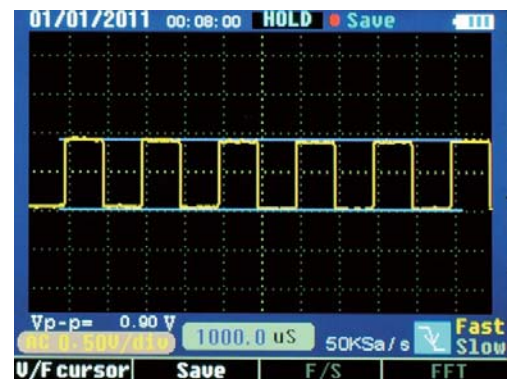

Figure 2-11-3
- Curseur de tension : affiché comme une ligne horizontale à l'écran, laquelle peut mesurer le paramètre vertical, le résultat apparaît en haut de l'écran, voir figure 2-11-3.